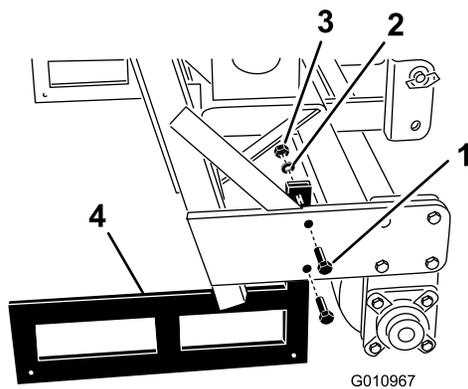

Bild 32
2. Entfernen Sie die Schrauben und Muttern, mit denen die Sicherheitsständer am Aerifizierer befestigt sind (Bild 32).